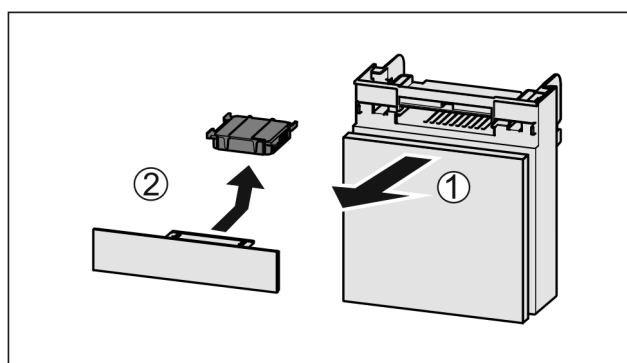

Fig. 184
- Estrarre il vano tirando in avanti Fig. 184 (1).
- Rimuovere il filtro a carboni attivi Fig. 184 (2).